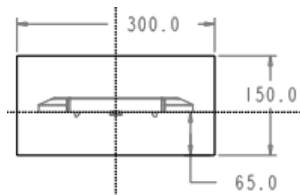

图 27.3 截面草图
Step4. 创建坯料特征。单击 **模具** 功能选项卡 **形状** 区域中的 **拉伸** 按钮 。系统弹出“拉伸”操控板; 在绘图区中右击, 选择快捷菜单中的 **定义内部草绘...** 命令。系统弹出“草绘”对话框, 然后选择 MOLD_RIGHT 基准平面作为草绘平面。草绘平面的参考平面为 MOLD_FRONT 基准平面, 方位为 **左**, 单击 **草绘** 按钮, 系统进入截面草绘环境。进入截面草绘环境后, 选取 MOLD_FRONT 基准平面和 MAIN_PARTING_PLN 基准平面为草绘参考, 然后绘制图 27.3 所示的截面草图, 完成截面草图的绘制后, 单击工具栏中的“确定”按钮 。选取深度类型并输入深度值: 在操控板中选取深度类型 , 再在深度文本框中输入深度值 240.0, 并按回车键, 在“拉伸”操控板中单击  按钮, 则完成实体拉伸特征的创建。